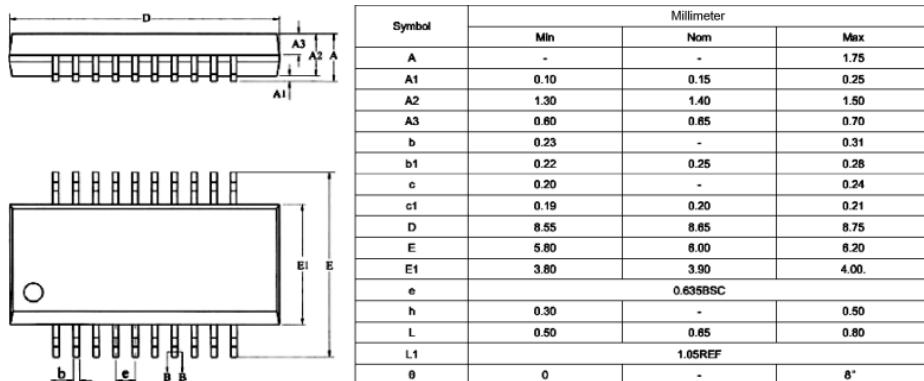

图 13-21 TSSOP20_L 封装的规格
(1) 可以通过网络找到 STM8S103F3 的规格书，并且找到其 TSSOP20_L 封装的规格，如图 13-21 所示。
(2) 从图 13-21 中获取有用的数据，一般都选取最大值来进行计算。
① 焊盘尺寸：长度 $=E-E1=1\text{mm}$ ，宽度 $=b=0.23\text{mm}$ 。但是，实际上做封装的时候会考虑一定的补偿量。根据经验值，长度取值 1.2mm，宽度取值 0.25mm。
② 相邻焊盘中心间距 $=e=0.635\text{mm}$ 。
③ 对边焊盘中心间距 $=E1+(E-E1)/2=4.8\text{mm}$ 。
④ 丝印尺寸：D=8.55mm，E=5.8mm。